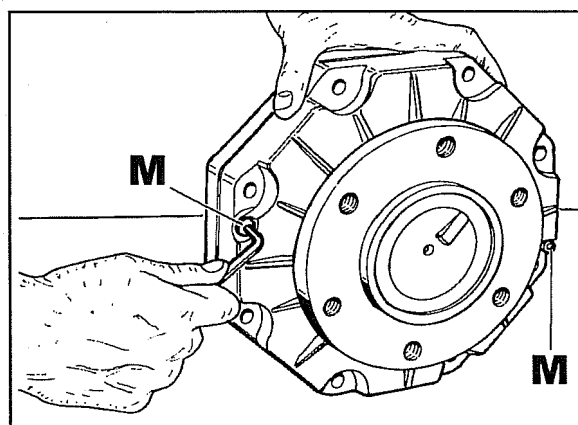
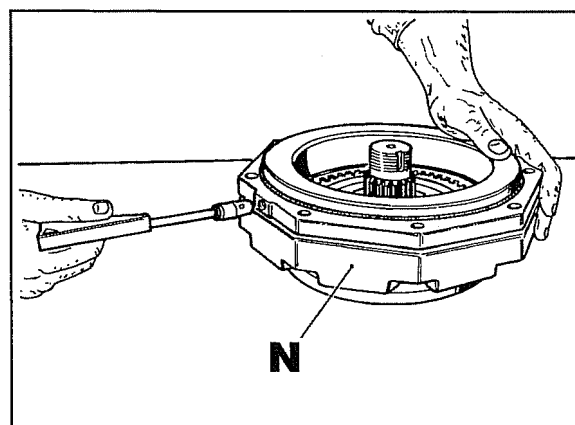

Fig. 24
Fig. 25
- 34 Retourner la masse freinante et enlever les vis **M** fig. 24. Retourner de nouveau la masse et avec un compresseur souffler (avec précaution) dans le trou d'alimentation du cylindre pour le séparer de la flasque **N** comme illustré dans la fig. 25.